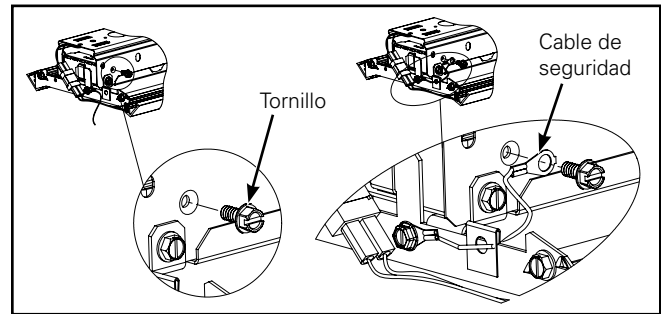

Figura 27.
9. Para instalar el cable de seguridad, retire el tornillo del conjunto del canal y vuelva a conectar el cable de seguridad con el mismo tornillo. (Figura 27.)